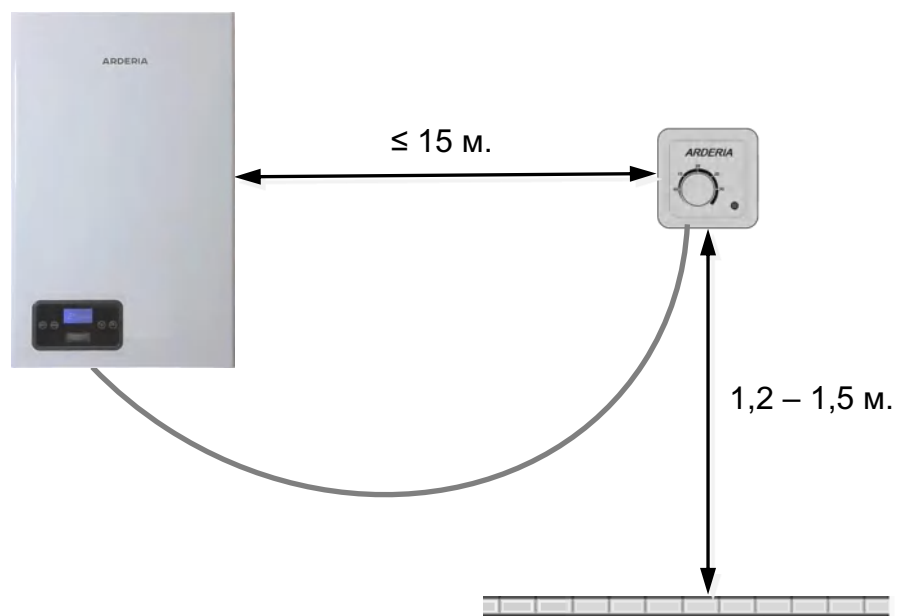

Рис. 18 Место установки комнатного термостата
- Термостат монтируют на стене, на высоте 1,2 – 1,5 м. от пола (См. Рис. 18).
- **Рекомендуемое** расстояние от термостата до котла не более 15 м (См. Рис. 18).